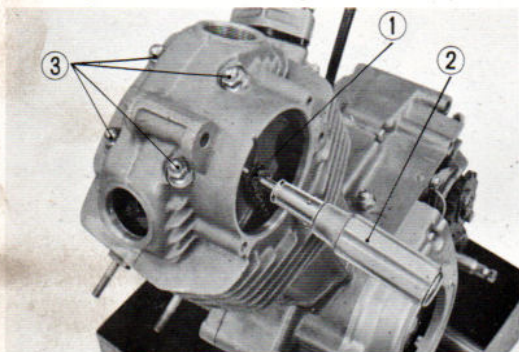

Fig. 44 ① Chaîne de distribution ② Tournevis
- 7) Utiliser un tournevis pour tenir le pignon d'arbre à cames et revisser les écrous borgnes de 8mm. (Fig. 44)